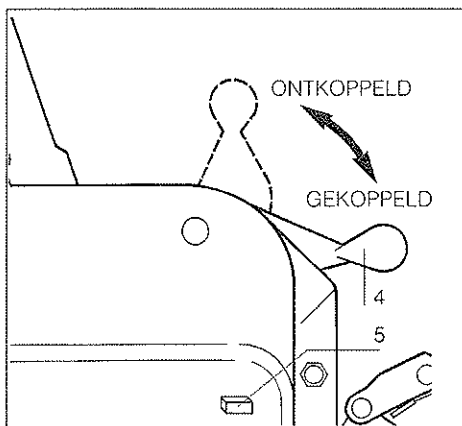

Fig. 7 - TU-8 en TU-16. Ontkoppelingshandel
Eik apparaat is voorzien van een handel (Fig. 1 pos. 4) voor het ontkoppelen van het klembekeksysteem. De ontkoppelingshandel mag NIET bediend worden, als de takel onder belasting is. Er zijn twee posities voor de ontkoppelingshandel (zie Fig. 7, 8 en 9) : ontkoppeld of gekoppeld.
#### 4.1 TU-8 of TU-16 (Fig. 7)